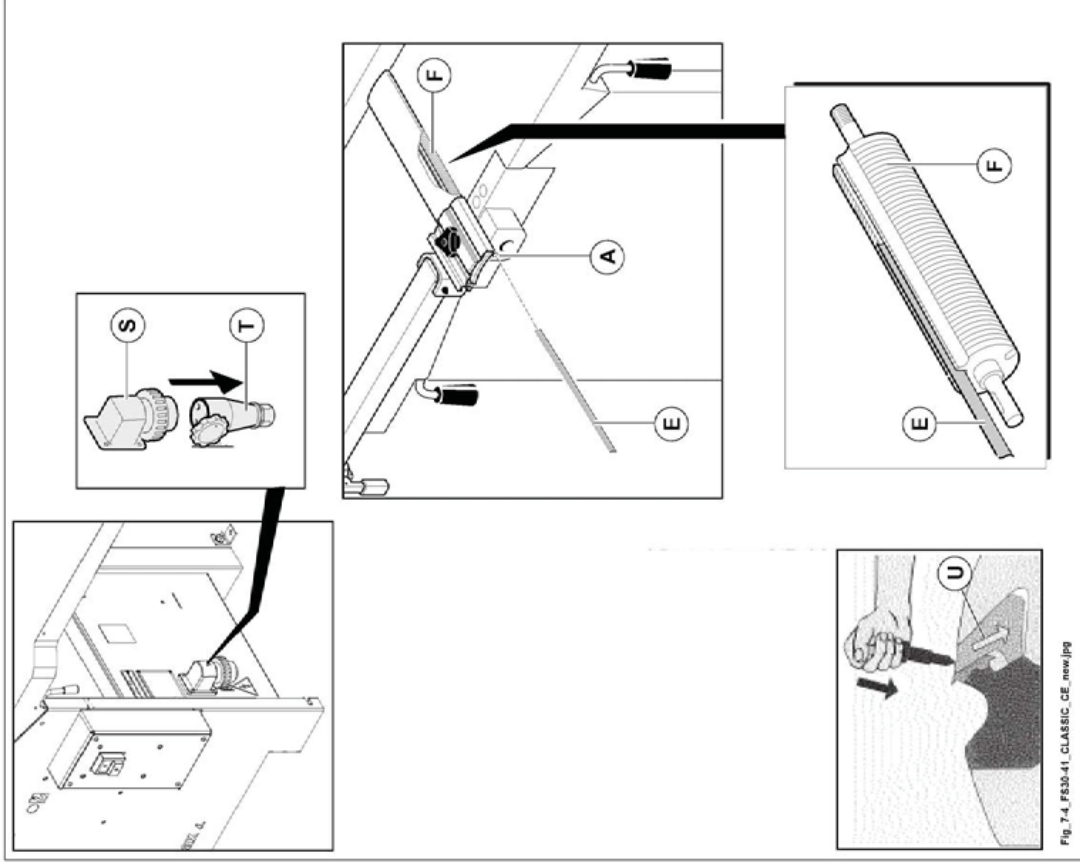

Abb. 7.4
- 1) Die Messerwelle (F Abb. 7.4) drehen, bis das auszutauschende Messer auf der Höhe des Extraktionslochs (A Abb. 7.4) steht.
- 5) Das neue Messer (E Abb. 7.4) oder das alte, umgedrehte Messer so einsetzen, dass es in der Längsrichtung genau zentriert ist.
- 6) Durch Anlassen der Maschine erreichen die Klemmleisten (U Abb. 7.4) die richtige Stellung automatisch.